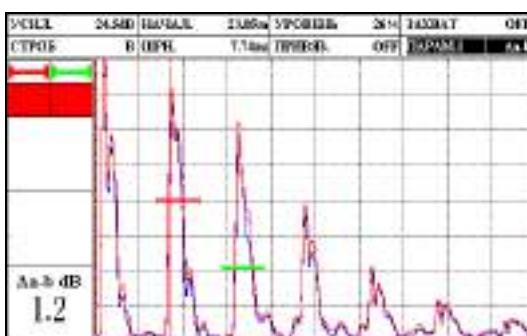

Рисунок 2.37 – Наведение строба В на второй отраженный сигнал
9. Навести строб В на второй отраженный сигнал (рис. 2.37), а также в группе настроек «ЗОНЫ» - «ПАРАМ. 1» включить отображение значения разницы амплитуд сигналов в зоне А и В – Аа-в.